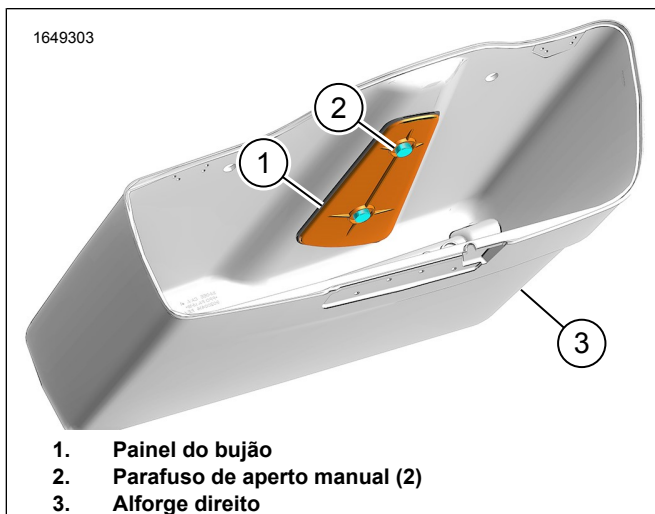

Figura 21. Painel do Bujão
- Ver a Figura 21. Posicionar o painel do bujão (1) sobre o engaste interno.
- Instalar os parafusos de aperto manual (2). Aperte.